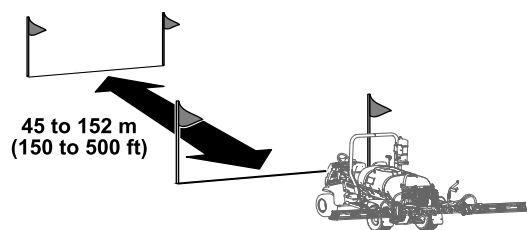
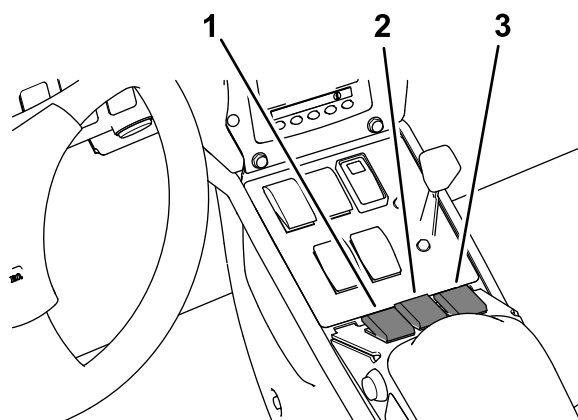

图 63
图 66
5. 在草坪测试区标记一条起点线图 63。
- 按 InfoCenter 信息中心上的 2 号按钮驾驶到终点线图 66 和图 63。